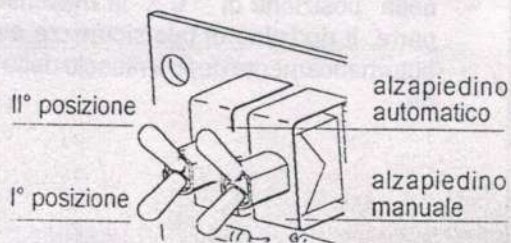

Fig. 10
a) togliere il carter paracinghia e la puleggia. Svitare i tre tiranti (part. 1 fig. 10). In questo modo è possibile separare il gruppo anteriore dal resto del motore.
b) sfilare il cuscinetto (part. 7 fig. 10). Mettere in morsa il gruppo serrando l'albero dalla parte del cuscinetto. Prestare particolare attenzione al fatto di non danneggiare la sede sull'albero del cuscinetto, e di non forzare i dischi freno e frizione montati su molle.